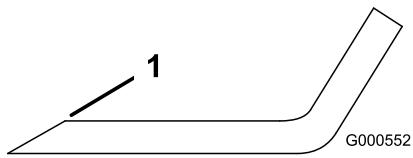

Figure 39
1. Au moyen d'une lime, aiguisez les tranchants aux deux extrémités de la lame (Figure 39). Veillez à conserver l'angle de coupe d'origine. Limez la même quantité de métal sur chacun des deux tranchants pour ne pas déséquilibrer la lame.